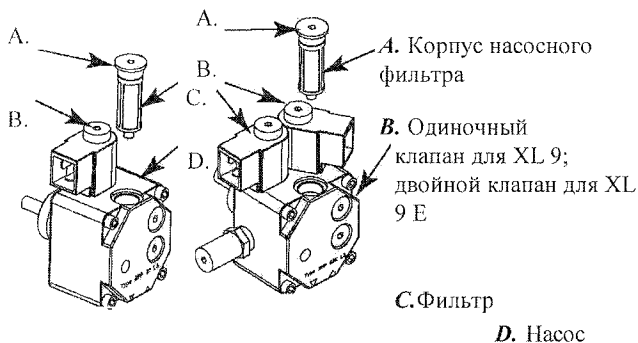

Рисунок 11.
- Открутить корпус (A Рис. 11) крепящий фильтр к насосу;
- Вынуть фильтр (C Рис. 11) из корпуса;